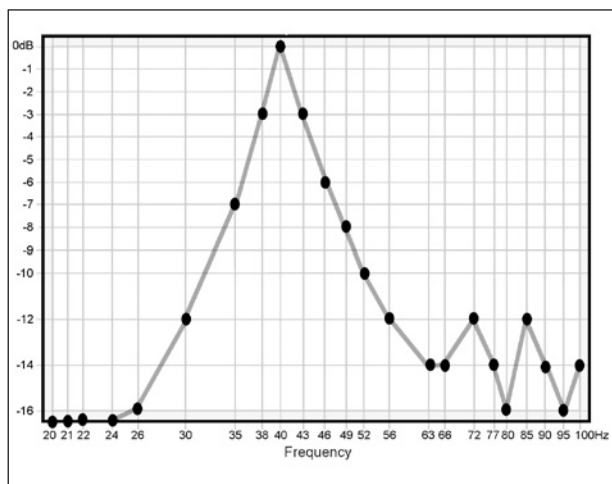

Figura 18. Resposta estreita
1. Seleccione uma nova posição de teste: Escolha a faixa de teste que corresponde à frequência central da depressão. No primeiro exemplo na Figura 18, iria reproduzir a Faixa 13 (56 Hz). Prima **Play** ►. Verá uma leitura muito próxima da que tinha antes. Agora, mova lentamente o RSLM à volta da área, se possível mantendo-se a cerca de 30 cm do ponto de teste original. Observe o gráfico de barras à medida que move o RSLM. Irá notar grandes flutuações do nível. Encontre uma posição que reponha o nível aproximadamente no dos pontos de teste adjacentes. Pode achar útil mover o RSLM verticalmente. As depressões podem ser orientadas em qualquer eixo. A posição que repõe o nível aproximadamente no dos pontos de teste adjacente é a sua nova posição de teste.